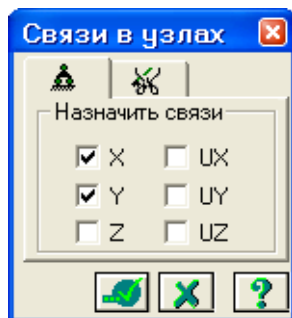

Рис.9.13. Диалоговое окно **Связи в узлах**
- С помощью пункта меню **Схема** ⇒ **Связи** (кнопка  на панели инструментов) вызовите диалоговое окно **Связи в узлах** (рис.9.13).